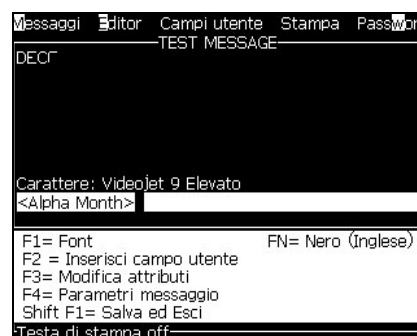

Figura 5-18: Campo utente - mese alfa
- 2 Selezionare il campo utente desiderato e premere il tasto *Invio*. Viene visualizzato, ad esempio, *Alpha Month (mese alfa)* nel Figura 5-18.